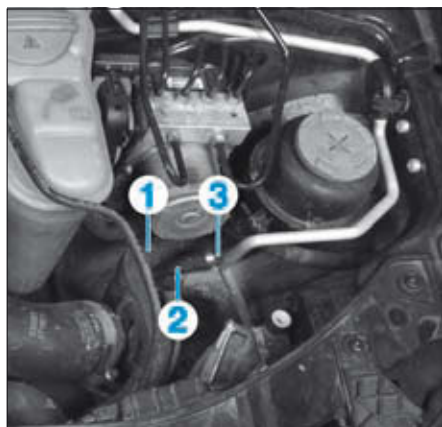
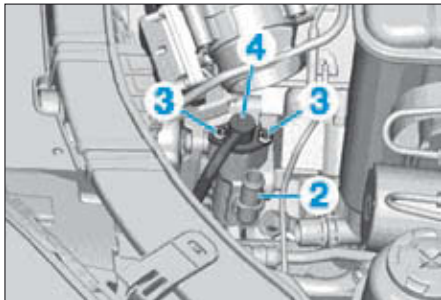

FIG. 12
FIG. 15
- Visser la rotule dans la biellette de direction et respecter la cote (A) préalablement mesurée puis effectuer un préréglage du contre-écrou (1).
- Serrer le contre-écrou (1) au couple prescrit.
- Pincer la durit d'aspiration (1) et le retour (2) à l'aide de pince-durits (Fig.12).
**!** *La pince-durit ne doit pas être fixé dans la zone (3) du clapet antiretour sur la durit de retour (2) car il risque d'être endommagé.*
**!** *Les pince-durits ne doivent pas être fixés dans la zone du clapet antiretour sur la durit de retour (2) car le clapet antiretour risque d'être endommagé.*
- Retirer la durit d'alimentation en huile du raccord (2) sur la pompe (Fig.15).
- Dévisser les vis (3) et retirer la canalisation haute pression (4) de la pompe à palettes.